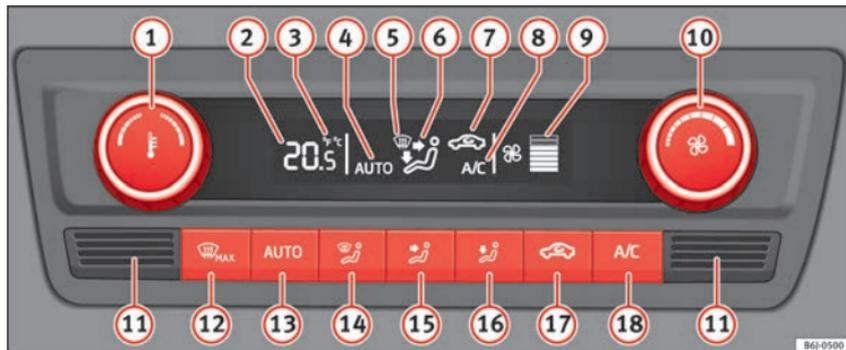

Fig. 172 Climatronic: elementi di comando.
- **A/C** » **fig. 172** **18** accensione.
- Girare la manopola **10** verso sinistra finché non si spengono i segmenti della colonna **9** » **fig. 172**.
- Premere il tasto **AUTO** **13** » **fig. 172**.
Mantenere premuti contemporaneamente, per **2 secondi**, i tasti **AUTO** e **A/C** » **fig. 172**. Sullo schermo appaiono i dati delle unità desiderate.
- **Nella parte inferiore si trova il sensore della temperatura interna **11** » **fig. 172**. Non coprirlo né con adesivi, né in altro modo, poiché potrebbe pregiudicare il funzionamento del Climatronic.**
- Premendo il tasto **AUTO** **13** » **fig. 172**; sullo schermo viene visualizzato **AUTO**.
- Quando si accende il quadro, è possibile usare il comando **1** » **fig. 172** per regolare la temperatura interna desiderata.
- Premere il tasto  **17** » **fig. 172**; sul display appare il simbolo .
- Premere il tasto  **17** » **fig. 172**; sul display scompare il simbolo .
- Girare la manopola **10** » **fig. 172** verso sinistra (diminuire la velocità) o verso destra (aumentare la velocità).
- Premere il tasto  **MAX 12** » **fig. 172**.
- Premere ripetutamente il tasto  **MAX 12** » **fig. 172** oppure premere il tasto **AUTO**.